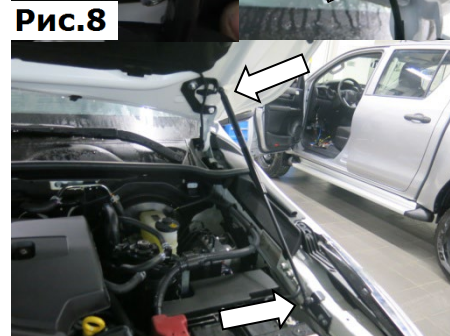

Рис.9
11. Убрать штатный упор. Защелкнуть фитинги амортизаторов на шарниры. Амортизаторы устанавливаются штоком к крылу (Рис.9).